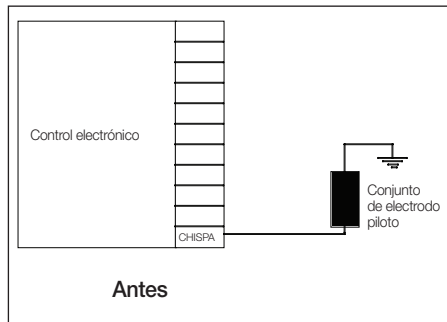

Figura 11
2. Retirar el cable del terminal del control electrónico "SPARK" (chispa) que va hacia el conjunto de electrodo piloto desde el control electrónico como se indica en la Figura 11.